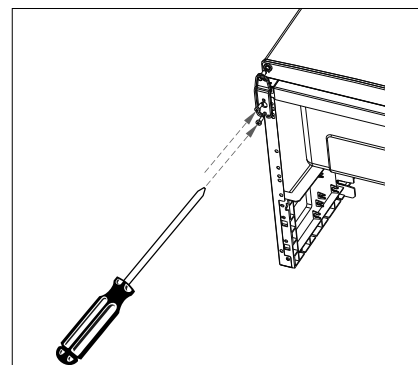

Abb. 12
- ▶ Ziehen Sie die Schrauben noch nicht ganz fest, um die Gefrierraumtür (4) noch ausrichten zu können. Erst wenn ein gleichmäßiges Schließen der Gefrierraumtür (4) möglich ist, ziehen Sie die Schrauben fest an (Abb. 12).